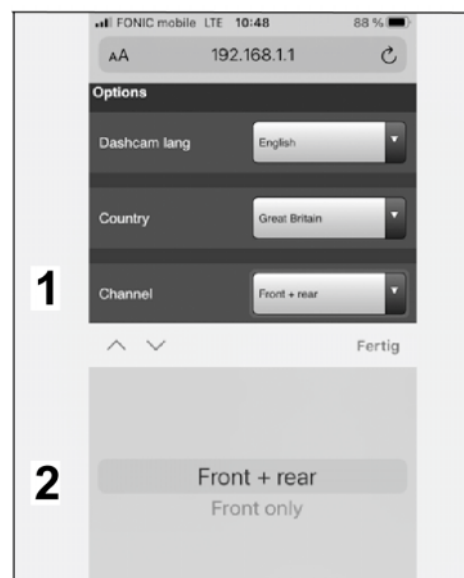

Bild 21
5.3.3 Kamera-Kanal wählen (⇒ Bild 21).